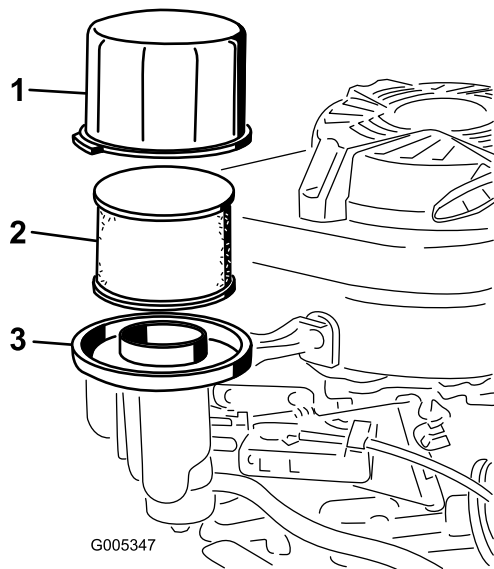

図 22
- カバーをはずしてていねいに洗う 図 22。
- エアクリーナのベースから、プレフィルタとペーパーフィルタを取り外す 図 22。